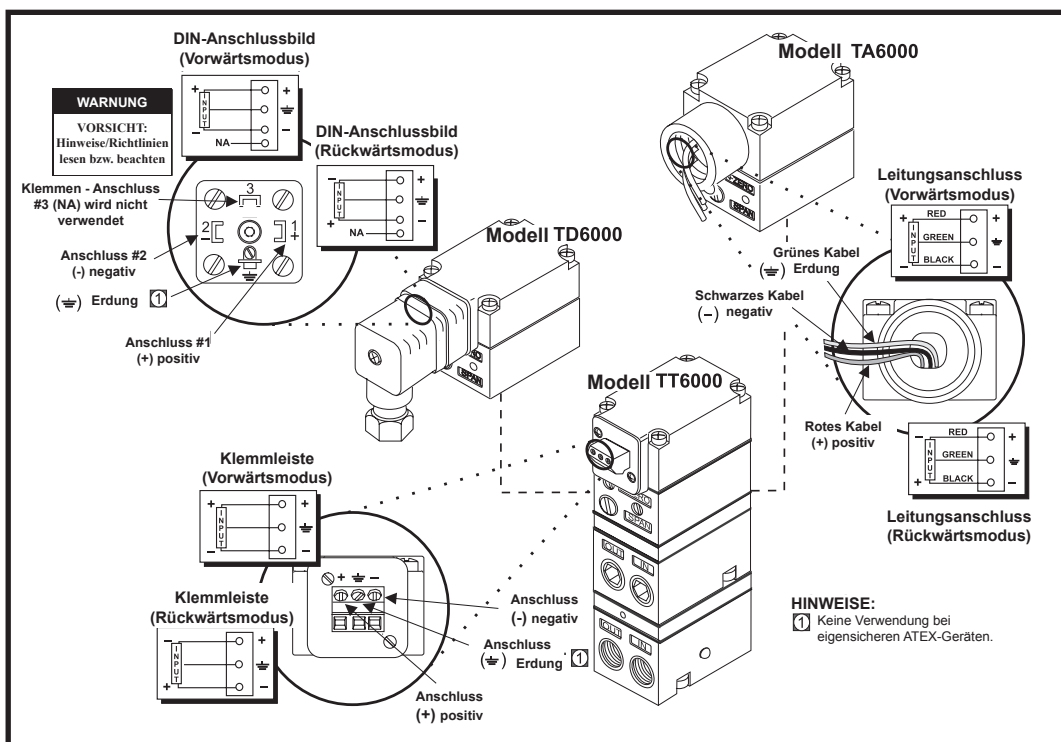

Abbildung 9
1. Verbinden des Eingangssignals an den Wandler, wie in abbildung 9 gezeigt.
5. Verbinden des Eingangssignals an den Wandler, wie in abbildung 9 gezeigt.